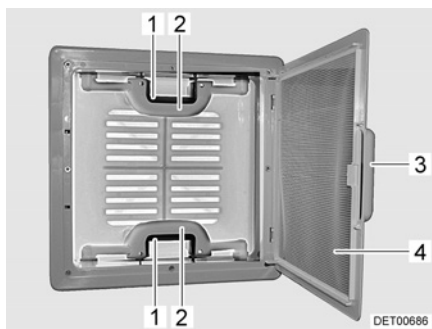

Fig. 33 Lanterneau à poussoirs
- Tirer sur la poignée (Fig. 33,3).
- Rabattre la moustiquaire (Fig. 33,4) vers le bas.
- Appuyer sur le verrou (Fig. 33,1) vers l'intérieur du lanterneau. Pousser le lanterneau simultanément vers le haut par la poignée (Fig. 33,2).
- Faire basculer la moustiquaire (Fig. 33,4) vers le haut jusqu'à ce qu'elle s'enclenche.
- Tirer fortement le lanterneau vers le bas par les deux poignées (Fig. 33,2) jusqu'à ce que les deux poussoirs (Fig. 33,1) s'encliquettent.